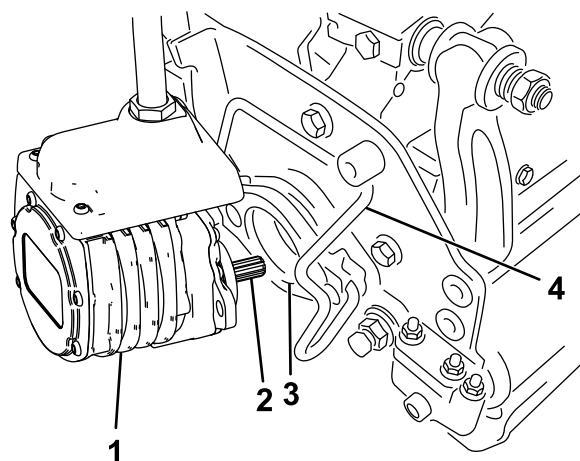

图 58
6. 在滚刀组马达的花键轴上涂抹干净的润滑脂 图 58。
7. 将马达插入滚刀组左侧从操作员的位置看并将滚刀组上的马达固定架拉向马达直到听见马达两侧发出“咔哒”的声音 图 58。